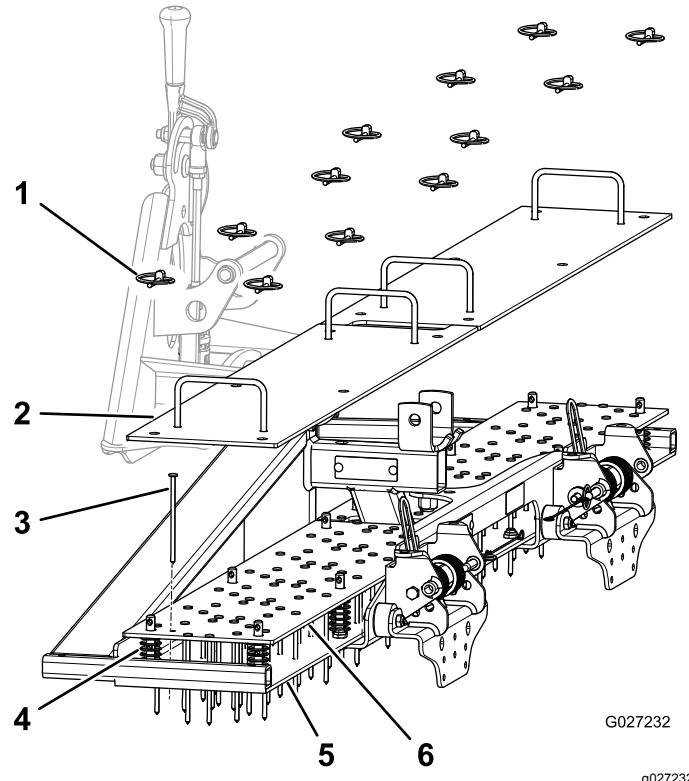

Figure 8
1. Posez les porte-dents (Figure 8).
2. Posez les dents (Figure 8).
3. Montez les plaques supérieures (Figure 8).
4. Montez les plaques supérieures à la position préférée, puis posez les goupilles à anneau (Figure 8).